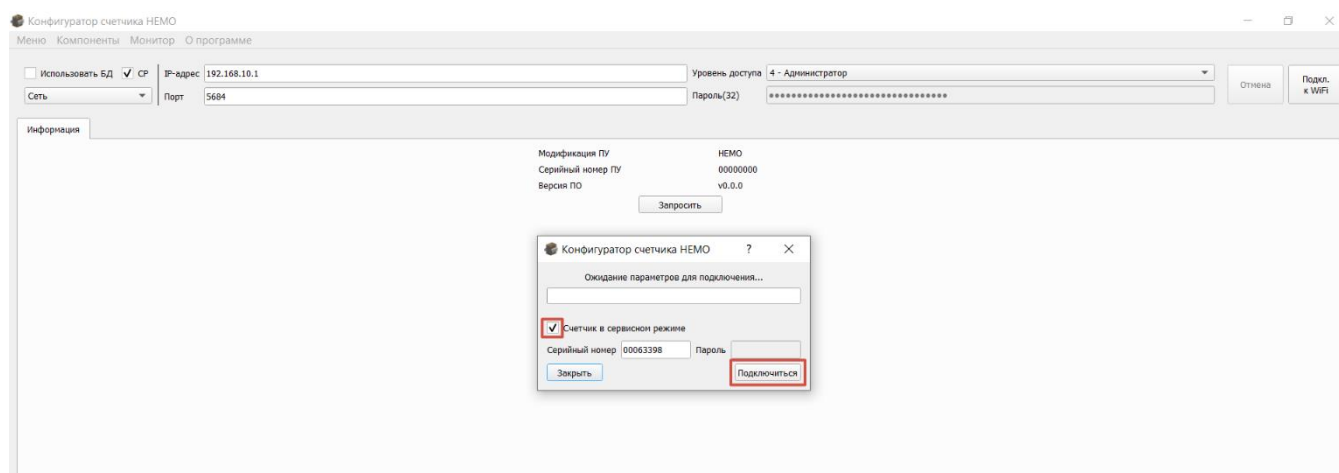

Рисунок 6
- в открывшемся окне необходимо ввести серийный номер счетчика, установить отметку в строке – «Счетчик находится в сервисном режиме», см. Рисунок 6